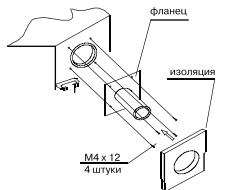

Рис. 30
8. Закрепите фланец и заизолируйте его [Рис. 30].